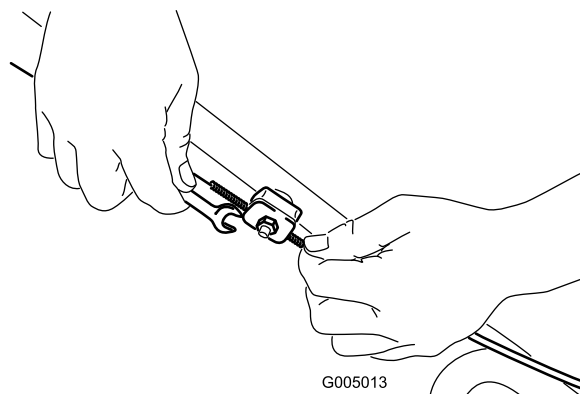

Figure 5
9. Desserrez l'écrou du support de guidage du câble (Figure 5).